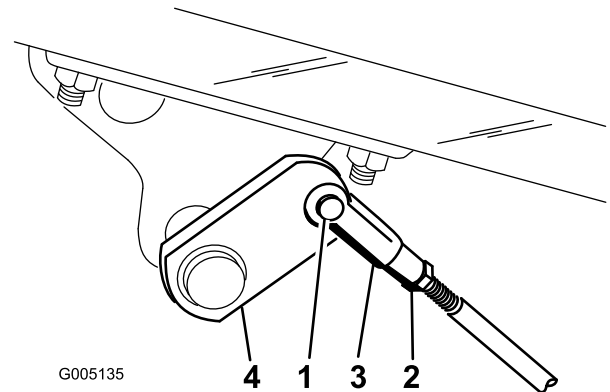

Figure 57
2. Si les freins ne se bloquent pas uniformément, désaccouplez les tiges de frein en retirant la goupille fendue et l'axe de chape (Figure 57).
3. Desserrez l'écrou de blocage et réglez la chape comme il convient (Figure 57).
4. Montez la chape sur l'arbre de frein (Figure 57).